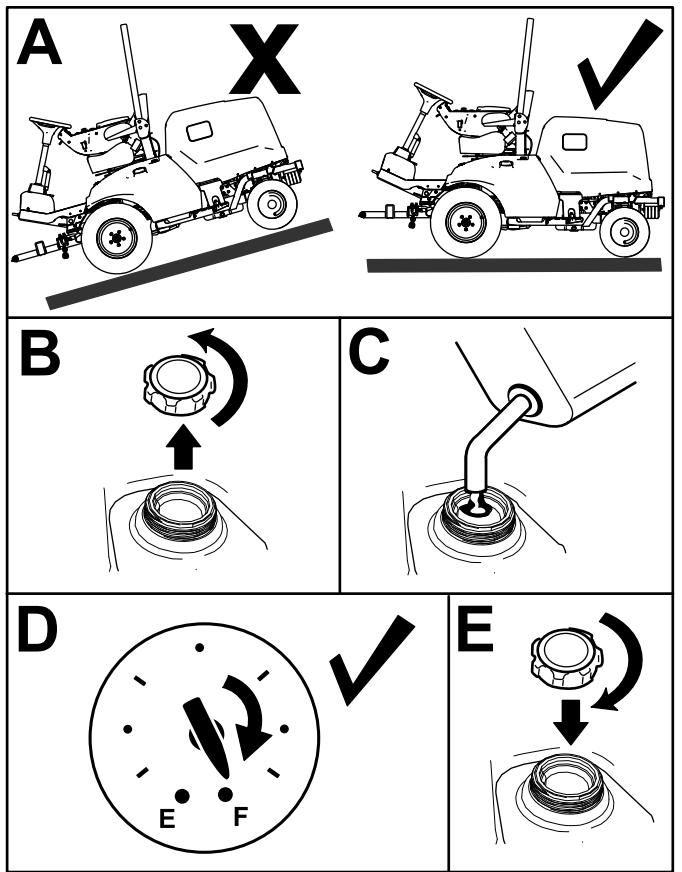

図 28
- 平らな場所に駐車し、駐車ブレーキを掛け、エンジンを停止し、キーを抜き取る図 28。